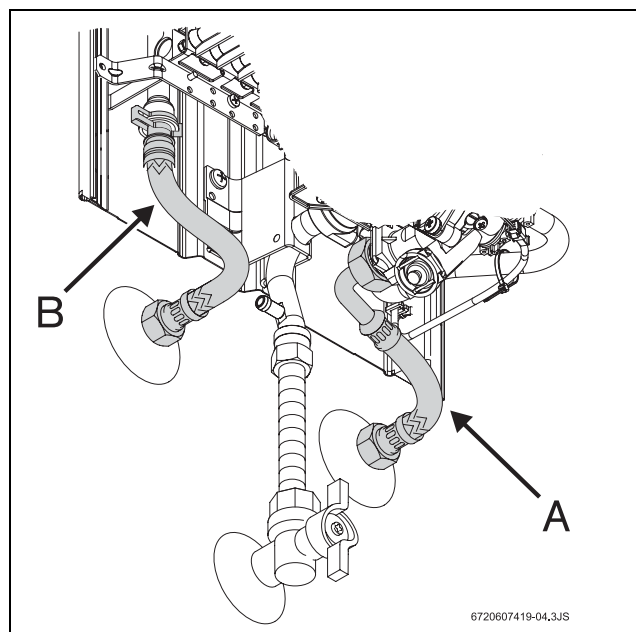

Fig. 4 Collegamento acqua
- ▶ Individuare le tubazioni di acqua calda (Fig. 4, pos. B) e fredda (Fig. 4, pos. A) dell'impianto onde evitare eventuali inversioni di collegamento.